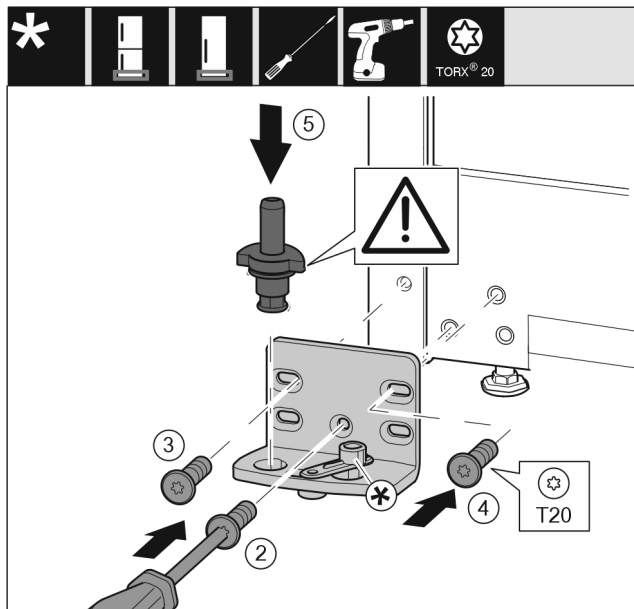

Fig. 17
- ▶ Applicare il blocco di supporto sull'altro lato e avvitare con un cacciavite T20. Iniziare dalla vite 2 in basso al centro. Fig. 17 (2)
- ▶ Serrare la vite 3 e 4. Fig. 17 (3,4)
- ▶ Inserire completamente il perno di supporto. Fare attenzione che la camma di arresto sia rivolta verso il lato posteriore. Fig. 17 (5)